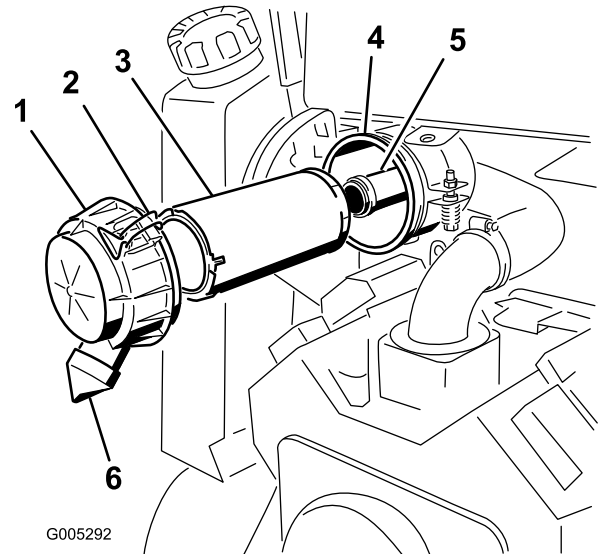

Figure 20
2. Ouvrez les verrous du filtre à air et séparez le couvercle du corps du filtre (Figure 20).
6. Sortez l'élément principal du corps du filtre avec précaution et mettez-le au rebut (Figure 20). Évitez de cogner l'élément à l'intérieur du corps.
- Si vous remplacez l'élément de sécurité, sortez-le avec précaution du corps du filtre et mettez-le au rebut (Figure 20). Évitez de cogner l'élément à l'intérieur du corps.
- Si vous remplacez l'élément de sécurité, glissez-le avec précaution dans le corps du filtre à air (Figure 20). Assurez-vous qu'il est bien engagé en appuyant fermement sur le rebord extérieur.
- Introduisez l'élément principal dans le corps du filtre avec précaution (Figure 20). Assurez-vous qu'il est bien engagé en appuyant fermement sur le rebord extérieur.
- Posez le couvercle, l'entretoise et fixez-les avec l'écrou du couvercle (Figure 20). Serrez l'écrou à 11 Nm (95 lb-po).
- Montez le couvercle du filtre à air avec la sortie caoutchouc en bas, à la position 5:00 à 7:00 heures (vue de l'extrémité) (Figure 20) et fixez-le avec les dispositifs de verrouillage.